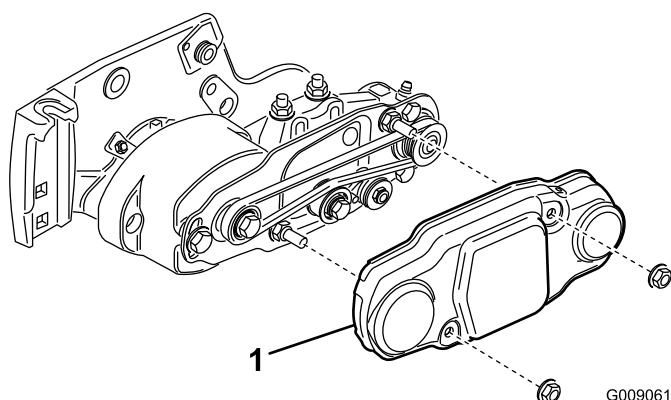

Рисунок 15
3. Выверните две гайки крепления крышки щетки катка и снимите крышку (Рисунок 15).